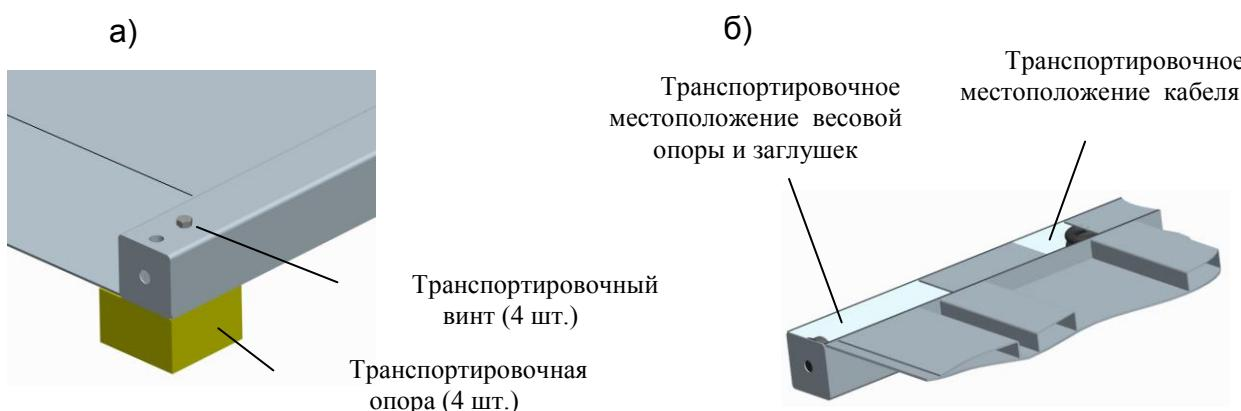

Рис. 5.2 - Распаковка модуля
- 5.2.1 Распакуйте модуль. Вывинтите транспортировочные винты, удалите транспортировочные опоры (Рис. 5.2а).
5.2.2 Переверните модуль. Извлеките из модуля весовые опоры, заглушки и кабель (Рис. 5.2б). Вкрутите весовые опоры в весоизмерительные датчики.